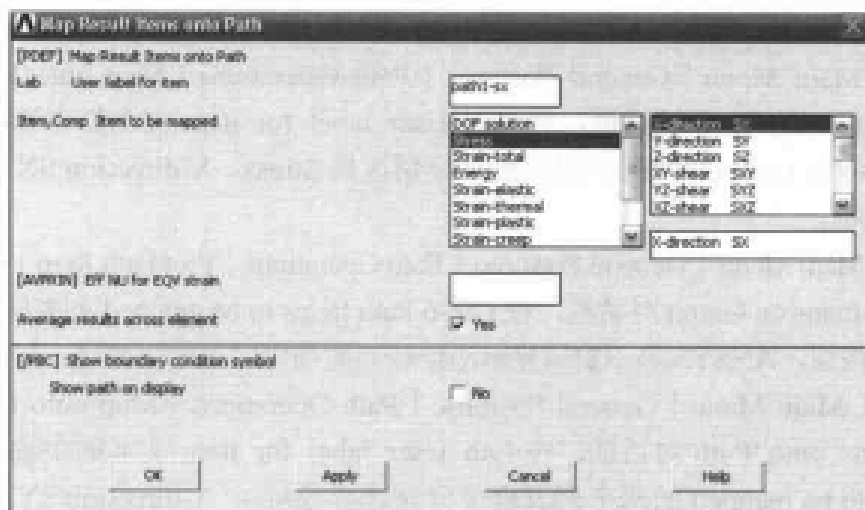

图 13-150 映射结果到路径对话框
(3) 选择 Main Menu | General Postproc | Path Operations | Map onto Path 命令, 出现 Map Result Items onto Path 对话框, 在 Lab User label for item 文本框中输入 path1-sx; 在 Item,Comp Item to be mapped 的两个列表框中分别选择 Stress、X-direction SX 选项, 如图 13-150 所示, 单击 OK 按钮关闭该对话框。